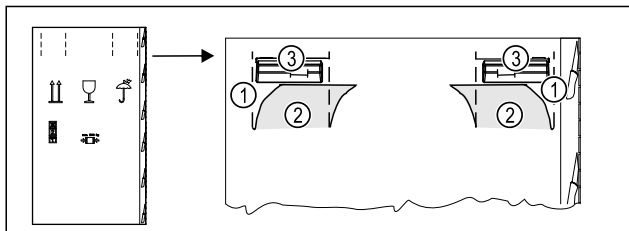

Fig. 4
- ▶ Fent, a perforálásnál Fig. 4 (1) nyomja be a csomagoló kartont.
- ▶ Húzza ki a benyomott fület Fig. 4 (2).
- ▶ A jobb és a bal oldalon látható a hordfogantyú Fig. 4 (3).
- ▶ Tartsa meg a készüléket a hordfogantyúknál Fig. 4 (3).